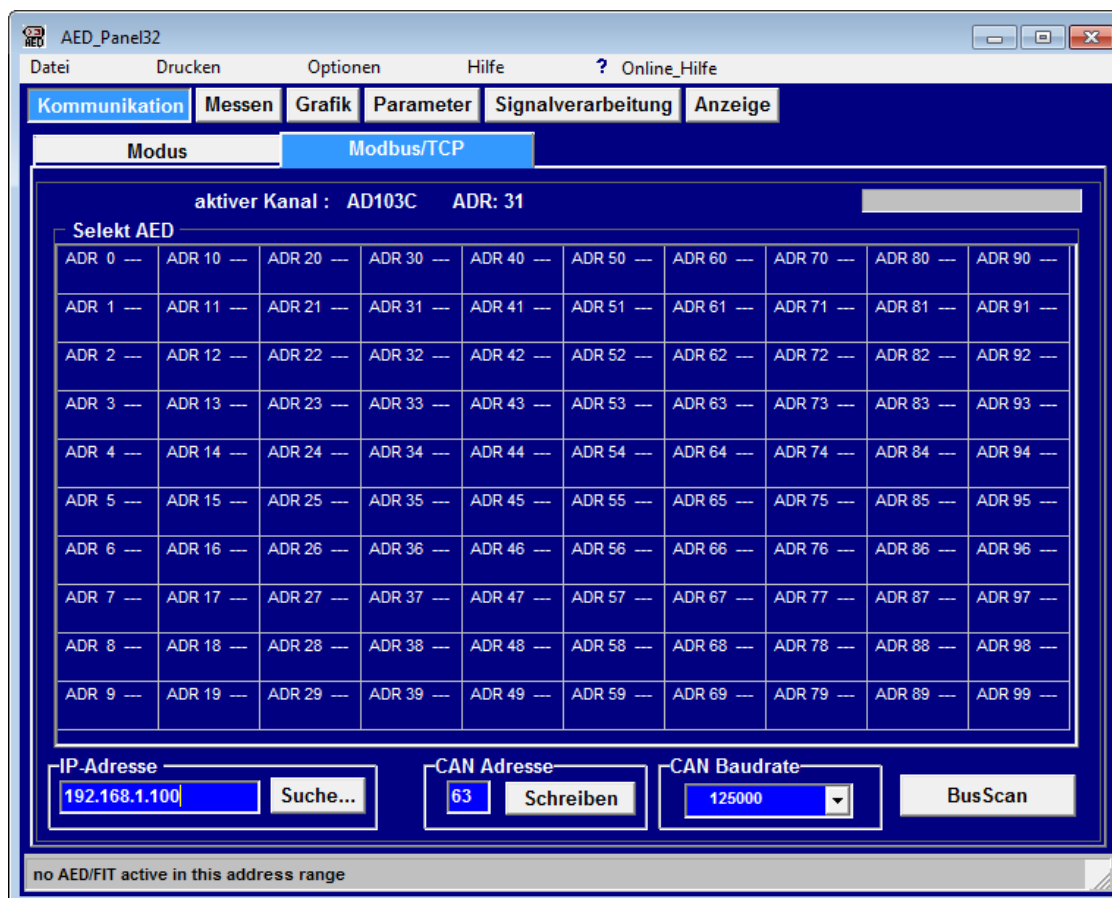

Abb. 4.1: Programm AED\_Panel32, Register **Modbus/TCP**
6. Klicken Sie auf **Suche** im Bereich **IP-Adresse** (siehe Abb. 4.1).